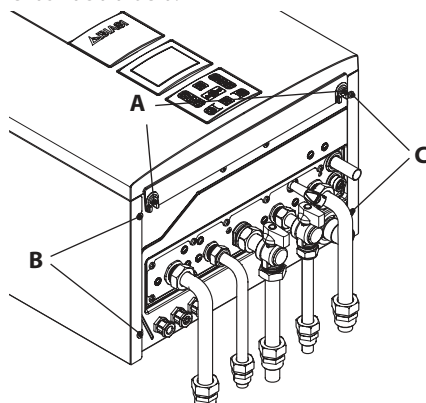
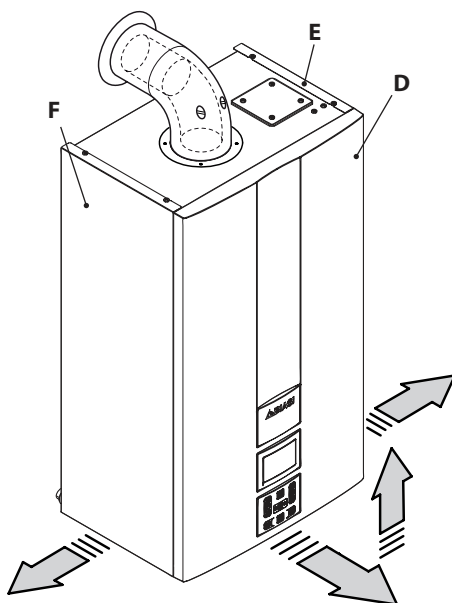

Figura 9.6
Figura 9.7
nel frontal **D** tirando de él hacia usted y luego levantándolo para liberarlo de los alojamientos superiores (Figura 9.6 y Figura 9.7).
- Afloje los tornillos **B** y **C** de la Figura 9.6 y desmonte los dos paneles laterales **E** y **F** tirando de ellos hacia afuera.
Sujete el panel frontal **D** con los tornillos **A** previstos (Figura 9.6).